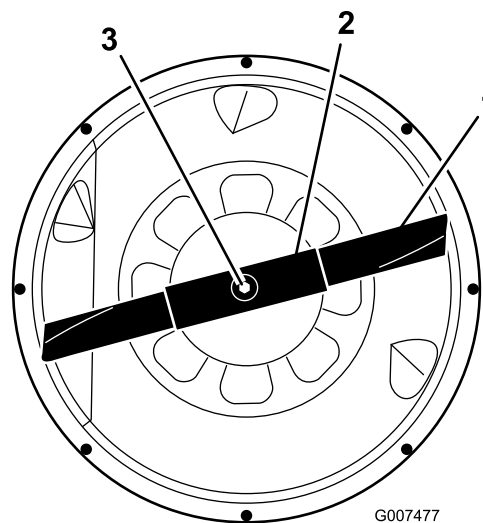

Bild 33
6. Halten Sie das Ende des Messers mit einem stark wattierten Handschuh oder wickeln Sie einen Lappen um es herum. Entfernen Sie die Messerschraube, die Wellenscheibe, die Messerverstärkung und das Schnittmesser (Bild 33). Sie können einen Holzklötzchen zwischen das Schnittmesser und das Mähwerk keilen, um das Schnittmesser beim Entfernen der Schraube zu blockieren.